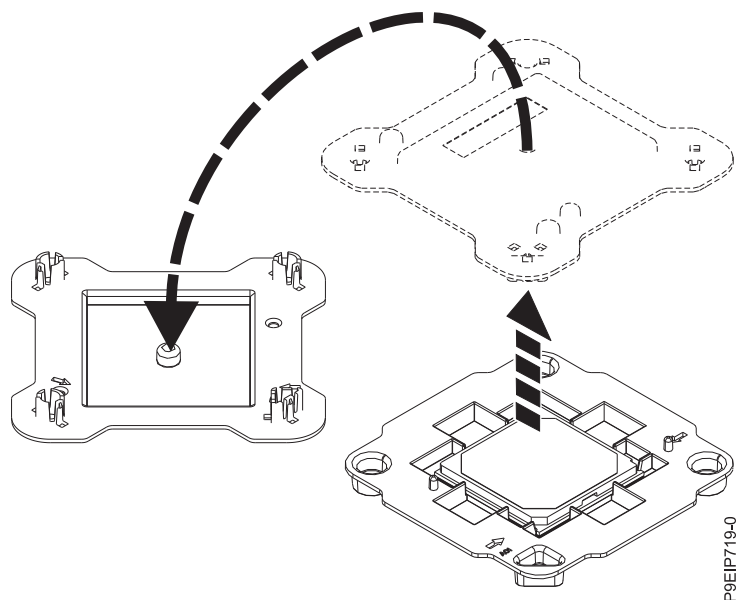

Figura 83. Abrindo a embalagem do módulo de processador do sistema
2. Abra o pacote do novo módulo de processador do sistema e coloque a tampa voltada para baixo ao lado da bandeja, conforme mostrado na Figura 83 na página 73. A tampa é usada para o módulo de processador do sistema que você está substituindo.